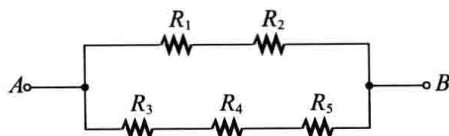

图 6-72
1. 考虑图 6-72 所示的电路, 下列哪些说法正确?
2. 图 6-72 的总电阻可用下面哪个公式求得?
3. 如果图 6-72 中所有电阻的阻值相同, 在 A 和 B 端之间加电压, 电流是